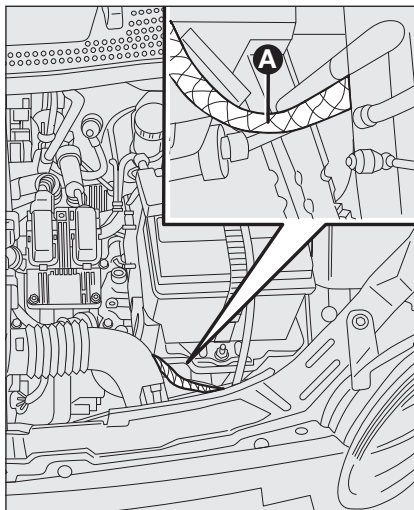

fig. 1a – Versions Duratec
- brancher à l'aide d'un deuxième câble la borne négative (-) de la batterie d'appoint à un point de masse **A** sur la voiture à démarrer (**fig. 1a-1b**) ;